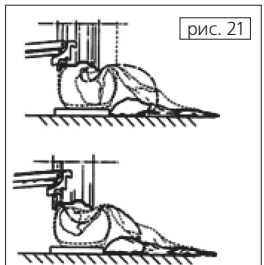

рис. 21
**Отверстие для ниппеля может располагаться асимметрично по отношению к центру обода; в этом случае расположите и установите камеру, как показано на рис. 21; проденьте ниппель через отверстие и зафиксируйте его стопорным кольцом.**
- (15) Установите камеру в углубление обода (замечание: чтобы облегчить операцию, рекомендуется одновременно вращать обод по часовой стрелке).
- (16) Немного накачайте камеру (чтобы не было складок). Это позволит избежать ее перекручивания и сжимания при монтаже второго борта.
- (17) Установите удлинение на ниппель и снимите стопорное кольцо. **Замечание:** цель данной операции – ослабить ниппель для того, чтобы не повредить его при монтаже второго борта.
- (18) Поднимите колесо и установите тиски на внешней стороне второго борта, на расстоянии 20 см от ниппеля.
- (19) Вращайте обод по часовой стрелке до тех пор, пока тиски не окажутся в положении «9 часов».
- (20) Установите инструментальную консоль в рабочее положение.
- (21) Установите монтажный палец на расстоянии 5 мм от внешнего края обода.
- (22) Вращайте обод по часовой стрелке, чтобы полностью установить шину на обод.
- (23) Снимите тиски, снимите монтажный инструмент. Для этого вращайте обод против часовой стрелки.
- (24) Установите инструментальную консоль в исходное положение.